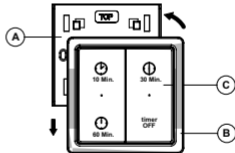

Fig 6.
3. Positionnez le minuteur RF sur la plaque de montage, puis appuyez prudemment 5 mm vers le bas, jusqu'à ce que le minuteur Timer RF s'encliquette (fig. 6).